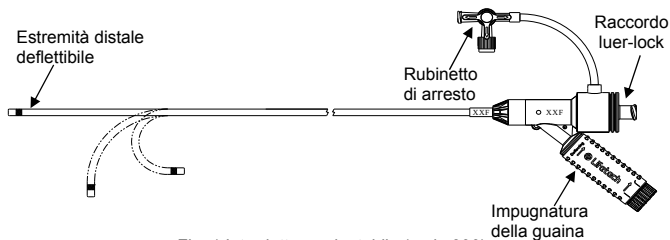
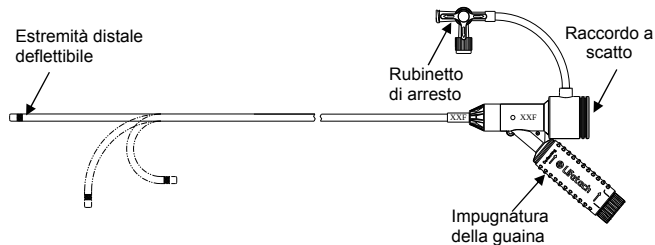

Fig. 1 Introduttore orientabile (serie 800)
Fig. 2 Introduttore orientabile (serie 550/700/900)
- 1) Guaina deflettibile (Fig. 1 e Fig. 2)